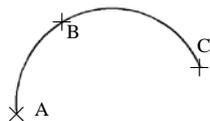

图 2.3.9 “三点”创建圆弧
Step4. 在命令行 **指定圆弧的端点** 的提示下，指定圆弧的第三点 C，至此即完成圆弧的绘制，如图 2.3.9 所示。